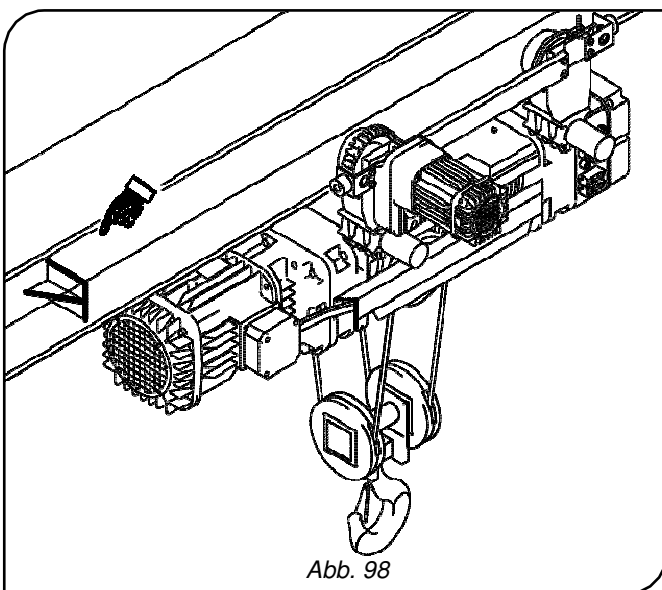

Abb. 98
- Überprüfen Sie die korrekte Position der mechanischen Anschläge an den Trägerenden, die einem eventuellen Zusammenstoß mit den Gummipuffern der Katze dienen müssen, falls die elektrischen Endschalter nicht reagieren sollten (Abb. 98).